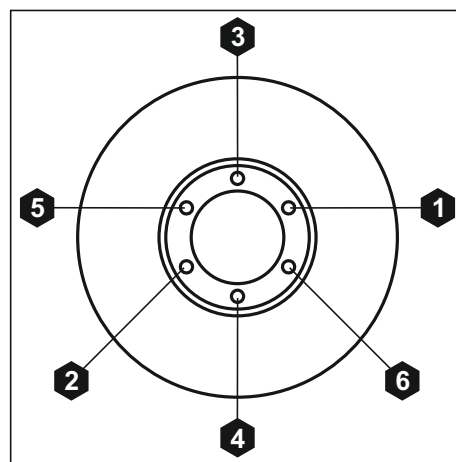

Рис. 55. Порядок затяжки болтов крепления демпфера.
1. Собрать ступицу (2) с демпфером (3).
- окончательная затяжка  $M_{кр} = 120 \pm 12$  Нм согласно указанному порядку (см. Рис. 55).
4. Установить шкив (1).